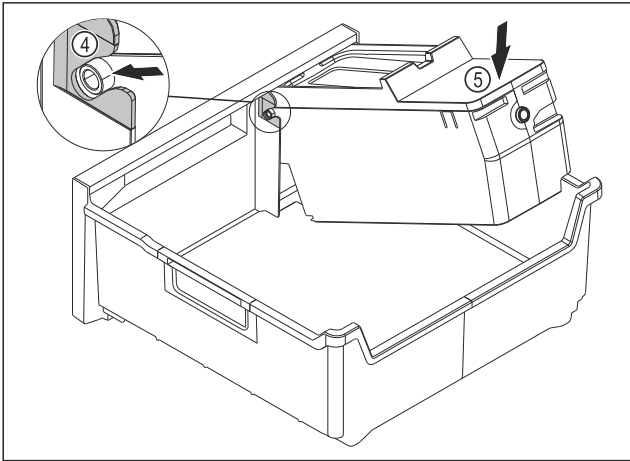

Fig. 100
- Montare il corpo dell'EasyTwist-Ice: Inserire gli assi del corpo dell'EasyTwist-Ice nelle guide Fig. 100 (4).
- Spingere il corpo dell'EasyTwist-Ice Fig. 100 (5) posteriore verso il basso.